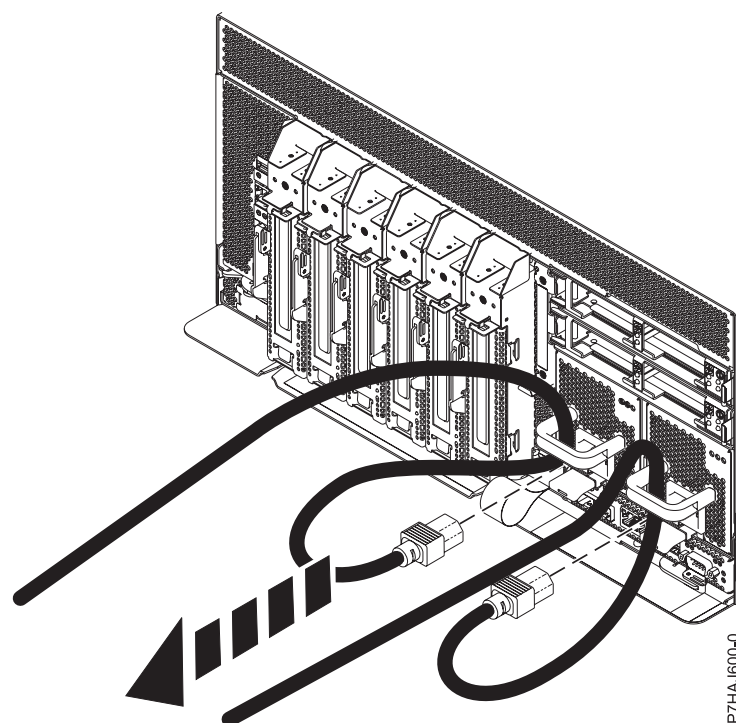

Figura 33. Removendo os cabos de energia
3. Desconecte os cabos de energia da unidade de sistema, conforme mostrado em Figura 33.